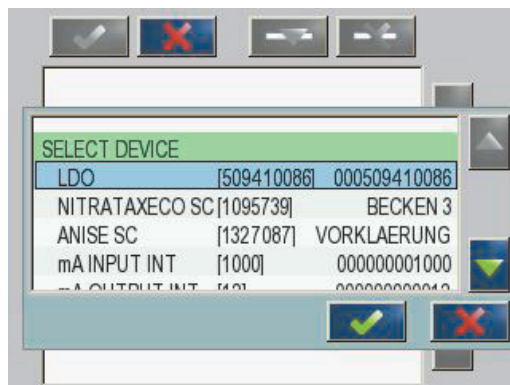

Bild 44 Konfigurationsmenü für Profibus/Modbus —Geräteauswahl
4. Betätigen Sie die Schaltfläche **HINZUFÜGEN** und wählen Sie ein Gerät aus. Es wird die Box mit der Geräteauswahl angezeigt (Bild 44).